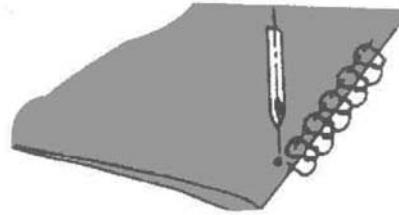

Abb.93
- Legen Sie die Textilie so, dass ein Teil des Stiches außerhalb der Textilie genäht wird (Abb. 93).